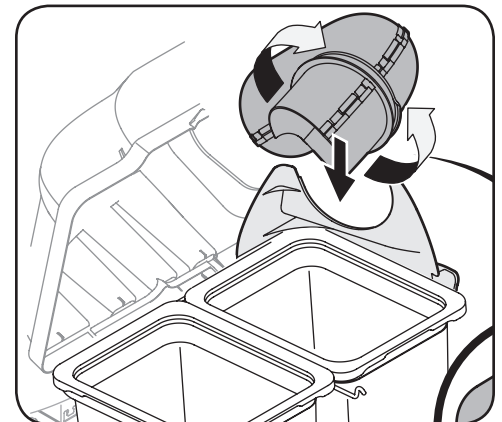

Figura 4-19
4. Siga haciendo bajar el canal de descarga por sobre el codo del canal hasta que la ranura del canal de descarga se alinea con el soporte del canal superior, como se muestra en el recuadro de la Figura 4-19.